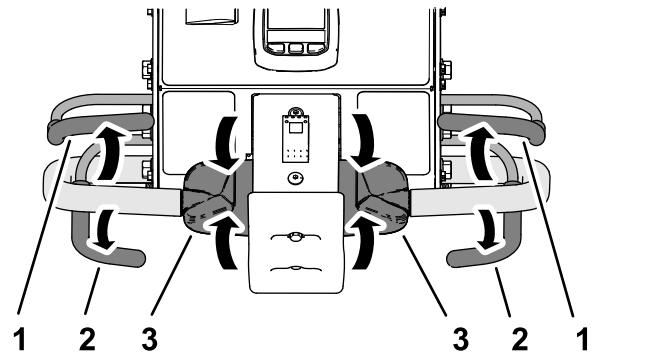

Рисунок 86
1. Если вы проводите аэрацию, отпустите штангу аэрации (Рисунок 86), чтобы поднять вал аэратора; см. Поднятие вала аэратора (страница 50).